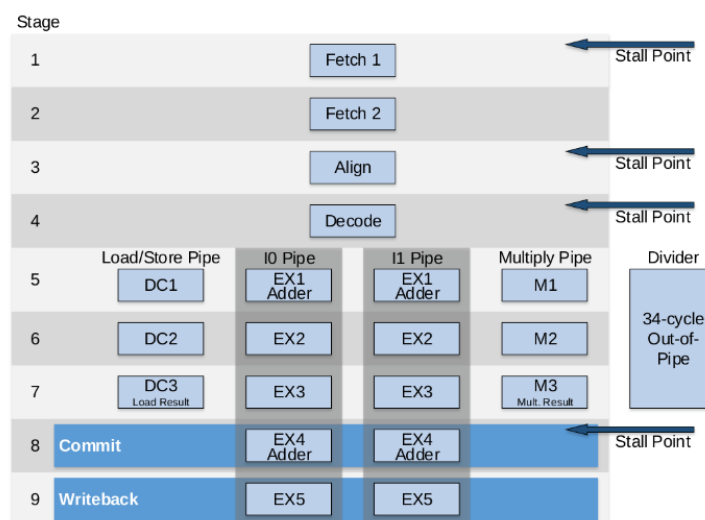

Figura 18. Microarquitetura do núcleo SweRV EH1
O **SweRV EH1** é um núcleo de 32 bits que apenas funciona em modo-máquina (M-mode), suporta extensões RISC-V Inteiro (I), instruções comprimidas (C), e operações de multiplicação e divisão (M). O manual de referência do programador (https://github.com/chipsalliance/Cores-SweRV/blob/master/docs/RISC-V_SweRV_EH1_PRM.pdf) descreve em detalhe todos os aspectos do núcleo, desde a sua estrutura até informações de tempo e mapas de memória. O SweRV EH1 é um núcleo superescalar, com um *pipeline dual-issue* de 9 andares (Figura 18) que suporta quatro unidades lógicas aritméticas (ALUs), designadas por EX1 a EX4 em dois *pipelines*, I0 e I1. Ambas as vias do pipeline suportam operações com a ALU. Uma via do *pipeline* suporta leituras e escritas (Load/Store) na memória e a outra via tem um multiplicador com 3 ciclos de latência. O processador também tem um divisor com 34 ciclos de latência fora do pipeline. Existem quatro *Stall Points* no pipeline: 'Fetch 1', 'Align', 'Decode', e 'Commit'. O andar 'Fetch 1' inclui um preditor de saltos do tipo "Gshare". No andar 'Align', as instruções são recuperadas de três *buffers* de carregamento de instruções. No andar 'Decode', até duas instruções de quatro *buffers* de instrução podem ser decodificadas. Na etapa de 'Commit', até duas instruções por ciclo são confirmadas. Por fim, na etapa de 'Writeback', os registos do núcleo são atualizados.